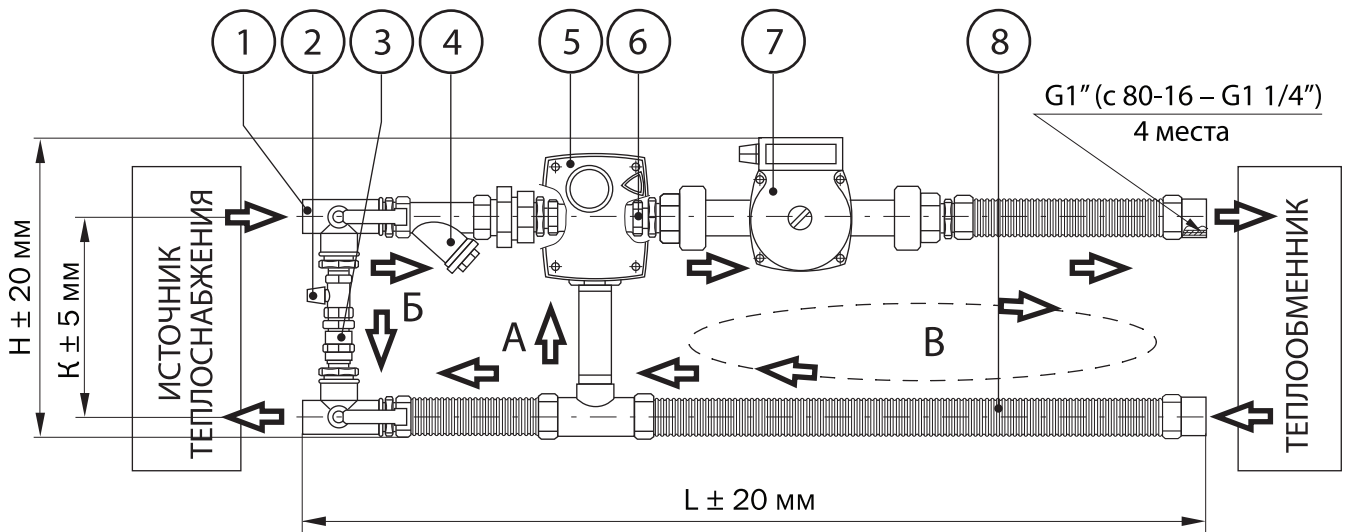
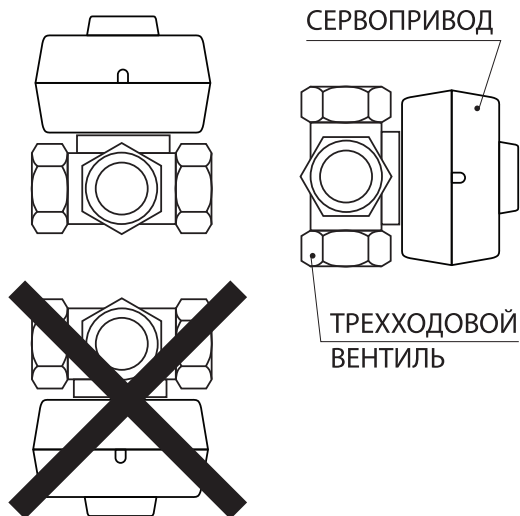

Рисунок 1. Схема смесительных узлов прямой конфигурации:
Рисунок 5. Правильное и неправильное расположение сервопривода
Регулирование мощности осуществляется с помощью трехходового вентиля (6 на рис. 1 и 2), управляемого сервоприводом (5).
на частичный пропуск отработавшей (охлажденной) в теплообменнике жидкости по направлению А (рис. 1 и 2) обратно, в подмес к входящей горячей, тем самым охлаждая ее.
При «нулевой» отопительной мощности (положение вентиля В) вентиль полностью перекрывает поток от источника теплоснабжения, и жидкость циркулирует только в контуре В (рис. 1 и 2) и теплообменнике – при работе насоса узла (7). Для предотвращения остановки протока в контуре теплоснабжения узел оборудован байпасом, который пропускает поток Б (рис. 1 и 2) обратно к источнику тепла через обратный клапан (3). На ветви байпаса установлен регулировочный вентиль (2), посредством которого производят настройку сопротивления байпаса (при необходимости).
Подключение смесительного узла может производиться посредством штатных нержавеющих гибких трубок с резьбовыми гайками (8 на рис. 1 и 2) непосредственно к патрубкам входного коллектора теплообменника. К шаровым запорным кранам присоединяется трубопровод контура теплоснабжения.
Установка смесительного узла должна производиться таким образом, чтобы отстойник фильтра (4 на рис. 1 и 2) был направлен вниз. В противном случае повышенное засорение сетки фильтра повлечет за собой снижение мощности воздухонагревателя и риск его замерзания.
Коробка сервопривода (5 на рис. 1 и 2) трехходового вентиля не должна располагаться в нижнем положении (см. рис. 5).
Винтовой регулировочный вентиль (рис.1(2), поз.2) предназначен для настройки оптимальной потери давления обратного клапана (рис.1(2), поз.3), который служит для выравнивания давления (недопущения взаимного влияния насосов узла и системы отопления), а так же предотвращает остановку тока воды в котловом контуре при работе узла.
«Б» – жидкость циркулирует по «малому» контуру В (на рис. 1 и 2), теплоноситель от источника тепла течет по ветке байпаса Б, не попадая внутрь смесительного узла;